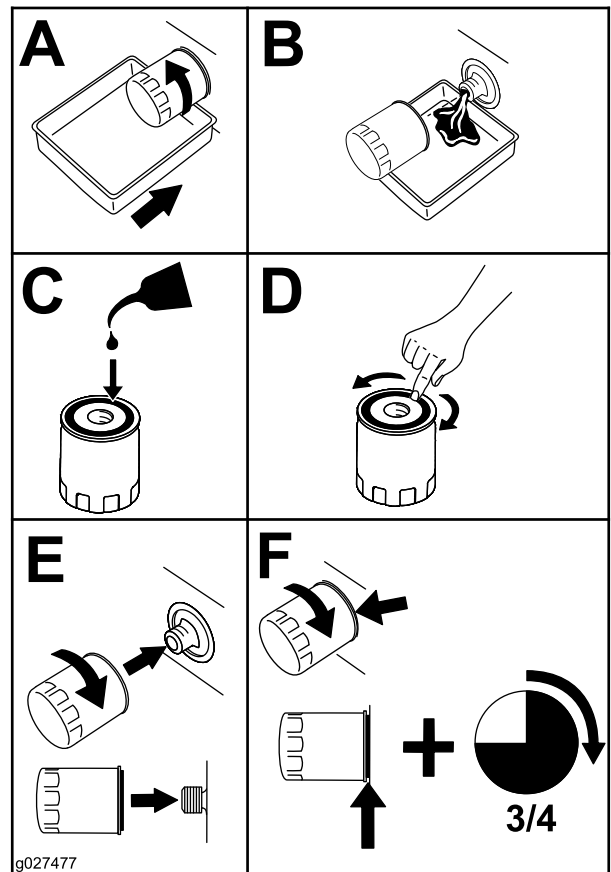

Figure 34
5. Remplacez le filtre à huile moteur (Figure 34).